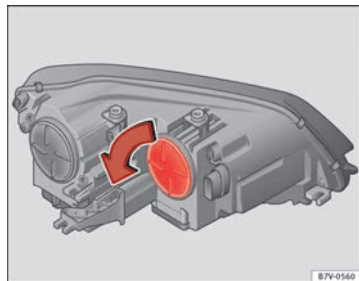

Fig. 208 Nel vano motore: Copertura dell'indicatore di direzione.
3.	Ruotare la copertura ⇒ fig. 208 nella direzione indicata dalla freccia ed estrarla.
8.	Ruotare la copertura ⇒ fig. 208 fino a fine corsa in direzione opposta a quella indicata dalla freccia.